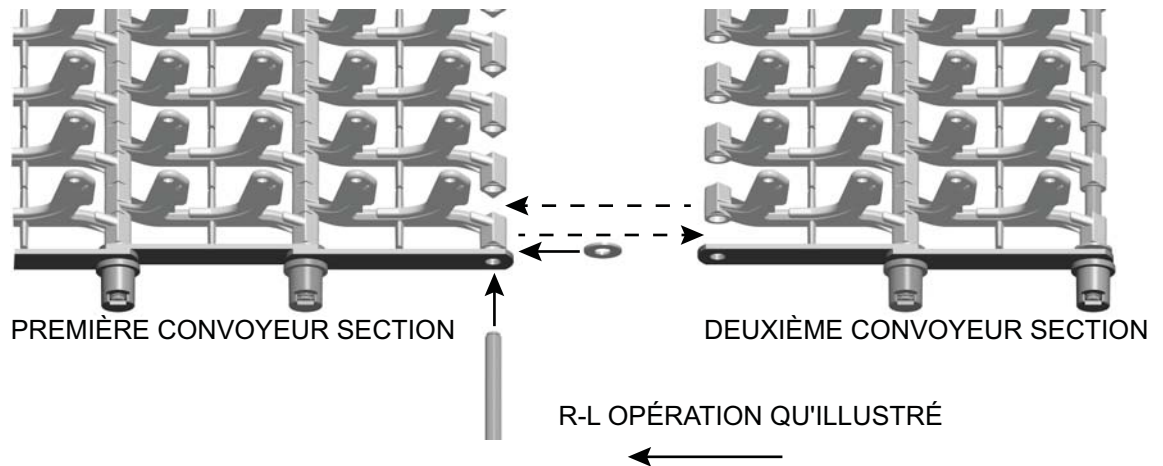

Fig. 36
- Retirez la roulette du convoyeur de l'extrémité de la dernière tige du convoyeur dans la première section. Retirez ensuite la tige et conservez la roulette et les rondelles pour les réinstaller plus tard. Pour joindre les sections, faites passer la tige au travers des barres latérales et des rondelles, puis au travers des premiers maillons, en alternant entre les maillons de la première et deuxième section, et puis au travers de la rondelle et barre latérale de l'extrémité opposée. Terminez l'installation en vissant la roulette avec une nouvelle bague de retenue (Figs. 36 & 37). Faites tourner la roulette pour vous assurer que la bague de retenue est bien installée sur la tige du convoyeur. Toujours utiliser une nouvelle bague de retenue pour s'assurer que la tige du convoyeur soit bien serrée. Répétez ces étapes pour joindre chacune des sections suivantes.